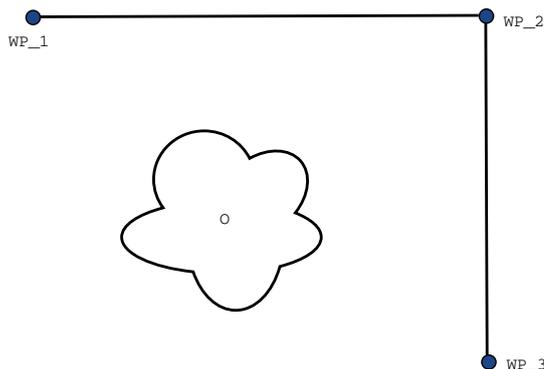

Figura 15.2: WP\_1: posizione iniziale, WP\_2: punto intermedio, WP\_3: posizione di pick-up, O: ostacolo.
**Esempio** Prendere in considerazione come esempio un'applicazione di presa e posizionamento (vedere figura 15.2) in cui il robot si trova al momento nel punto percorso 1 (WP\_1) e deve prelevare un oggetto nel punto percorso 3 (WP\_3). Per evitare collisioni con oggetti o altri ostacoli (O), il robot deve avvicinarsi a WP\_3 nella direzione proveniente dal punto percorso 2 (WP\_2). Pertanto, vengono introdotti tre punti percorso per creare un percorso in grado di soddisfare i requisiti.